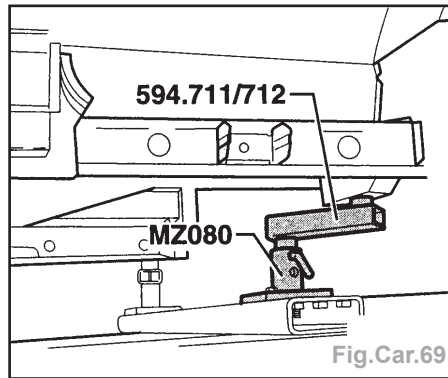

Fig.Car.69
- Présenter le patin de support sur l'équerre de redressement (Fig.Car.69).